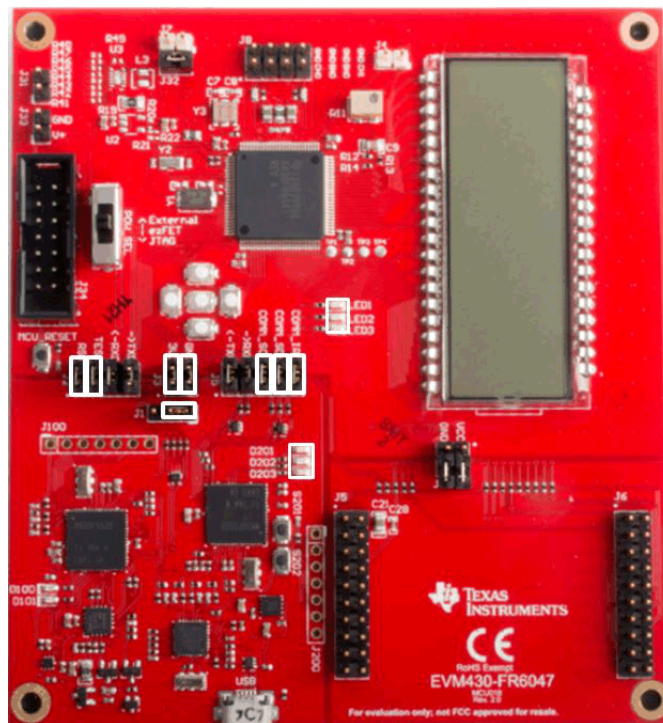

图 2-2. EVM430-FR6047 跳线设置
2. 按图 2-2 所示连接跳线。与 GUI 通信需要用到 J5 接头上的 COMM_IRQ、COMM_SDA 和 COMM_SCL 跳线。对电路板进行编程需要用到 J2 上的 TEST 和 RST 跳线。POW_SEL 开关应位于中间位置 (ezFET)，J1 应位于右侧位置，并且两个 J3 跳线都应设置为使用 USB 电源。图 2-2 突出显示了跳线位置。